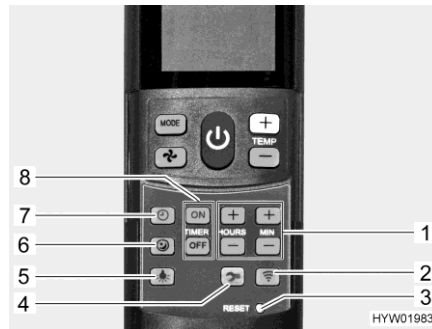

Fig. 248 Telecomando con tasti di impostazione (impianto di climatizzazione)
- Premere il tasto funzionamento silenzioso (Fig. 248,6). Durante il raffreddamento la ventola funzionerà ad un numero di giri inferiore, pertanto risulterà meno rumorosa.
- Premere il tasto ora (Fig. 248,7).
- Impostare le ore e i minuti con i tasti (Fig. 248,1).
- Premere il tasto "ON" (Fig. 248,8).
- Premere i tasti per l'impostazione degli orari (Fig. 248,1) fino a che non è stato raggiunto l'intervallo orario desiderato per l'accensione.
- Premere il tasto "OFF" (Fig. 248,8).
- Premere i tasti per l'impostazione degli orari (Fig. 248,1) fino a che non è stato raggiunto l'intervallo orario desiderato per lo spegnimento.
- Premere di nuovo il tasto "ON" o il tasto "OFF" (Fig. 248,8).
- Premere il tasto luce (Fig. 248,5). La luce viene accesa all'ultimo livello di regolazione impostato.
- Premere e tenere premuto il tasto luce (Fig. 248,5), finché non si raggiunge la luminosità desiderata.
- Premere il tasto luce (Fig. 248,5).
- ▷ Il tasto Setup (Fig. 248,4) permette di collegare il telecomando all'impianto di climatizzazione al momento della prima messa in funzione.